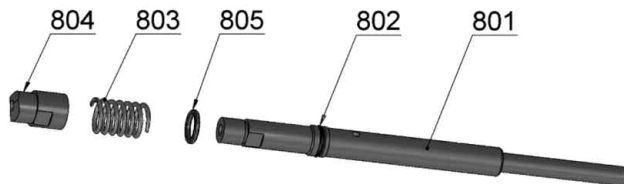

Fig. 4
- 3) Duto de aspiração (fig.2 - pos.8) - Inspeccionar as peças do conjunto, as castanhas impulsoras, a mola, o duto de sucção com os anéis O'ring. Se qualquer peça estiver danificada ou desgastada, remova-a (fig.4) e substitua por uma nova.